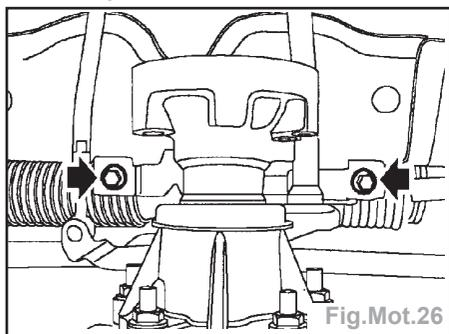

Fig.Mot.26
- Enlever les 6 écrous et boulons (9) maintenant l'arbre de transmission sur le réducteur IRD, dégager l'arbre de transmission et le mettre sur le côté.
- Enlever les 2 boulons (flèches) maintenant la timonerie de changement de vitesses sur le tablier et l'attacher sur le côté (Fig.Mot.26).